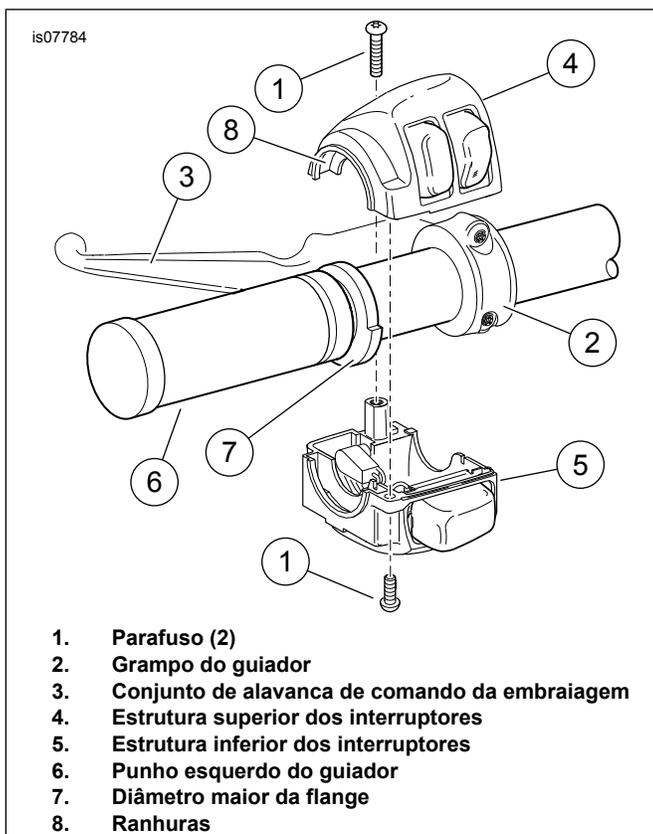
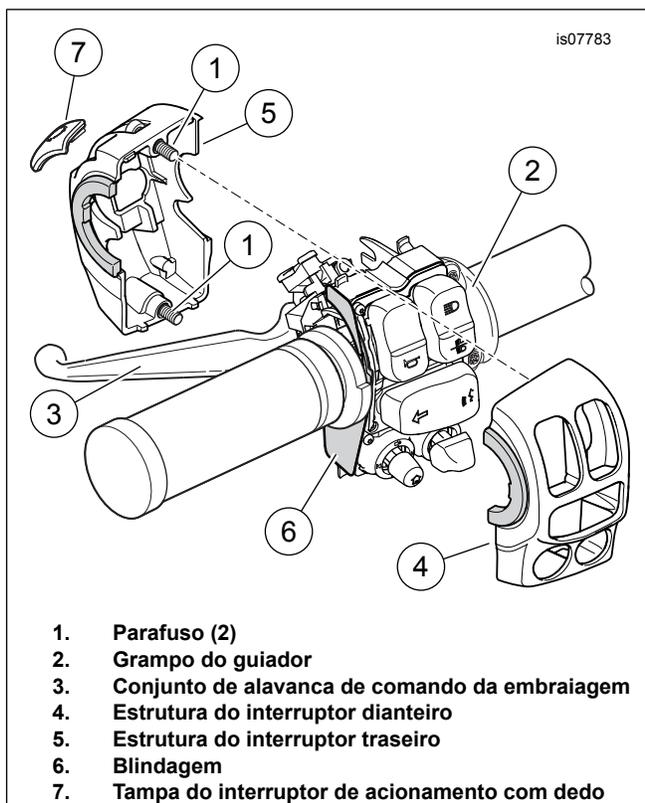

Figura 1. Estrutura do interruptor do guidador do lado esquerdo (Touring de 2008-2013 e Softail de 2006 e posteriores)
Figura 2. Estrutura do interruptor esquerdo do guidador (Touring de 2014 e posteriores)
- a. Consultar Figura 1 ou Figura 2. Desaperte dois parafusos (1) e o grampo do guidador (2).
- b. Posicione o conjunto da alavanca manual da embraiagem (3) afastado da estrutura do interruptor.
1. Ver Figura 1 . Posicione o punho aquecido do lado esquerdo (6) de forma a que a parte da flange com maior diâmetro (7) fique por baixo. Pressione o punho totalmente contra o guidador.
- a. Posicione a estrutura inferior dos interruptores debaixo do punho. As ranhuras (8) no lado exterior da estrutura do interruptor devem encaixar sobre a flange na extremidade do punho.
- Ver Figura 2. **Modelos de 2014-2015:** Verifique se a blindagem (6) está na posição correta na parte de fora do módulo de interruptores.
- Monte as secções da estrutura dos interruptores (4, 5) no módulo de interruptores. Aperte os parafusos cativos (1) até ficarem justos.
- Monte o conjunto da alavanca de controlo da embraiagem (3).
- Monte o grampo do guiador (2) com os dois parafusos removidos anteriormente, mas não os aperte.